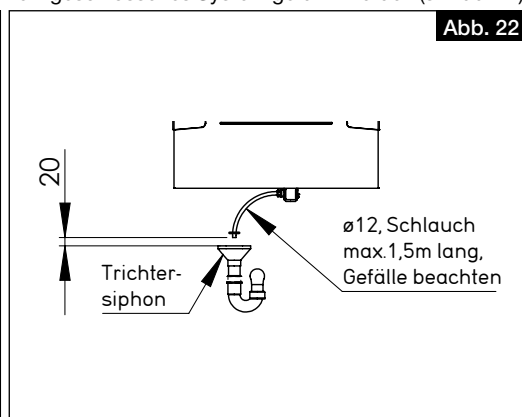

Abb. 22
> Der Kondensatschlauch muss 20 mm über dem offenen Abfluss bzw. möglichen Wasserstand enden (s. Abb. 22).
> Der vom Kugelsiphon abgehende Kondensatschlauch muss mit einem Gefälle nach unten, frei abtropfend in einen Trichtersiphon abgeleitet werden und darf nicht in ein geschlossenes System geführt werden (s. Abb. 22).
- > Der Kondensatschlauch muss 20 mm über dem offenen Abfluss bzw. möglichen Wasserstand enden (s. Abb. 22).